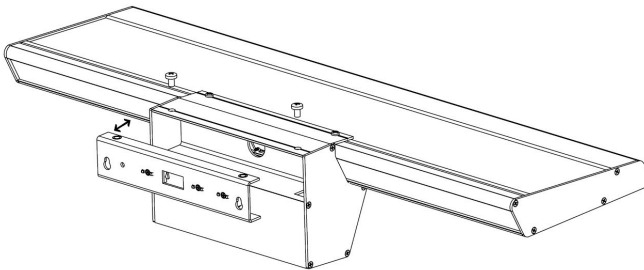

Рис.1
1. Снять кронштейн, открутив метизы (Рис.1)